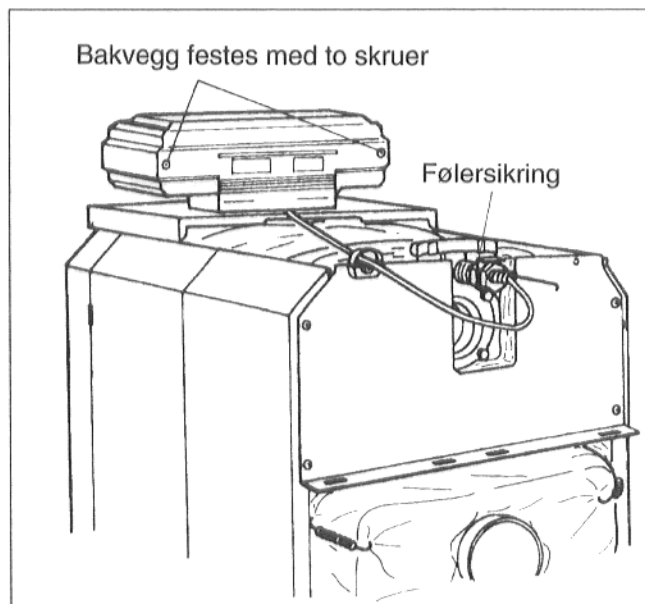

Fig. 51
- Kontrollpanelets bakvegg monteres med de to skruene (Fig. 51).